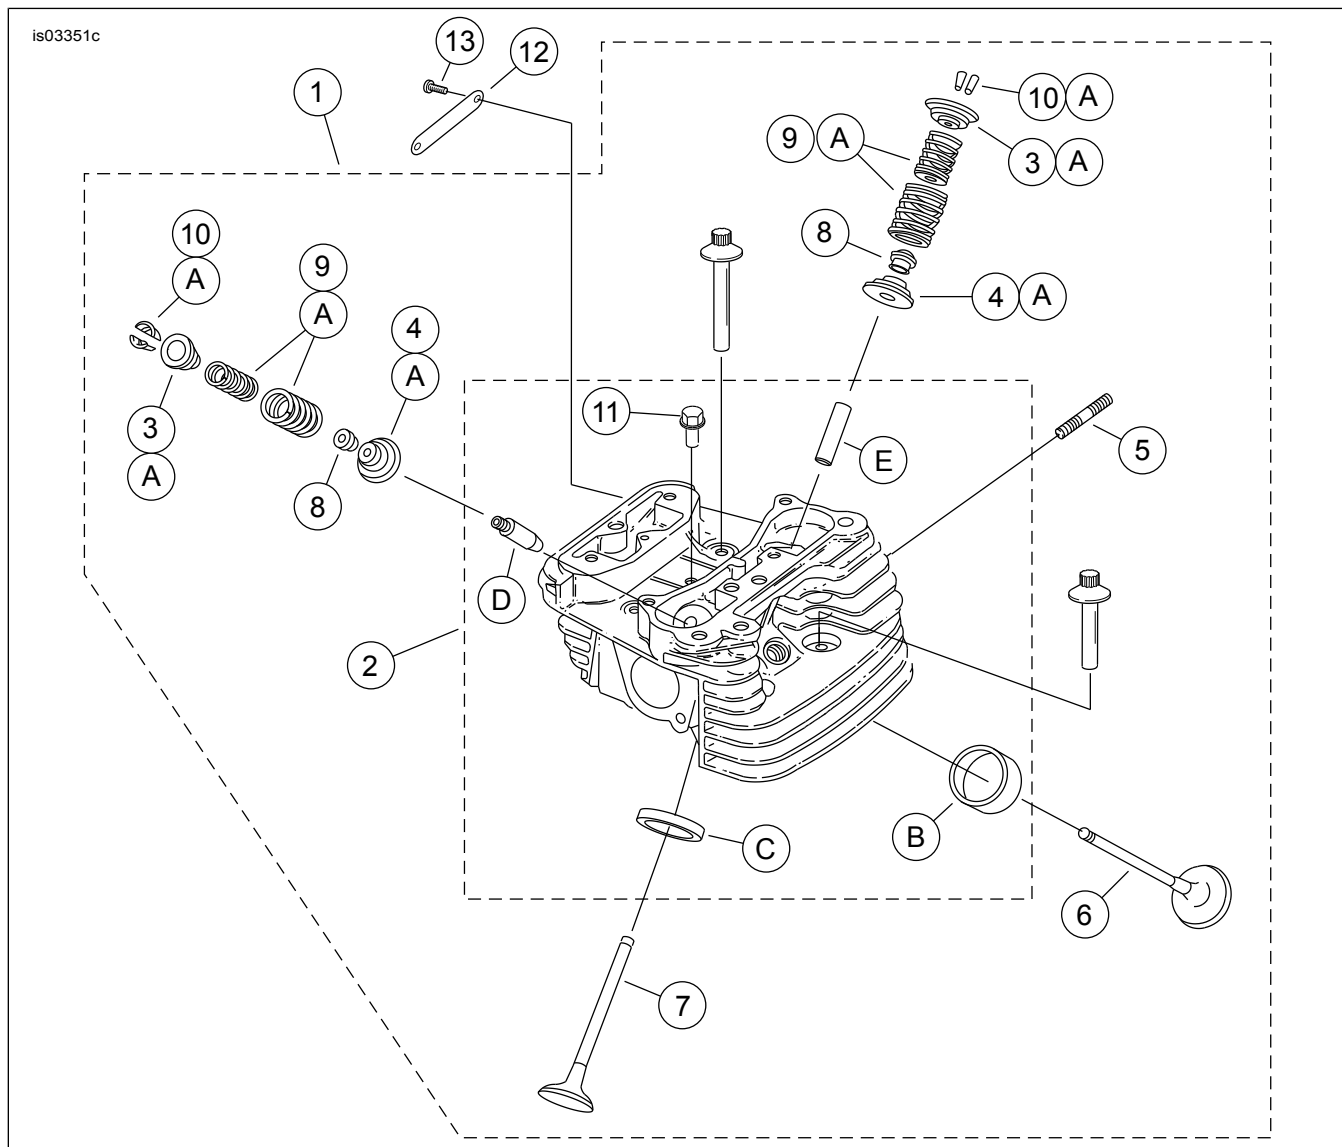

Figura 9. Peças de reposição: Motor de Caixa Screamin' Eagle Pro SE120R para Utilização em Corridas
Ver Figura 9. Os cabeçotes de substituição (1) têm emblemas com o texto "RETIFICADO POR CNC". Se pretender, reutilize os emblemas, ou compre novos emblemas "120R" (12).